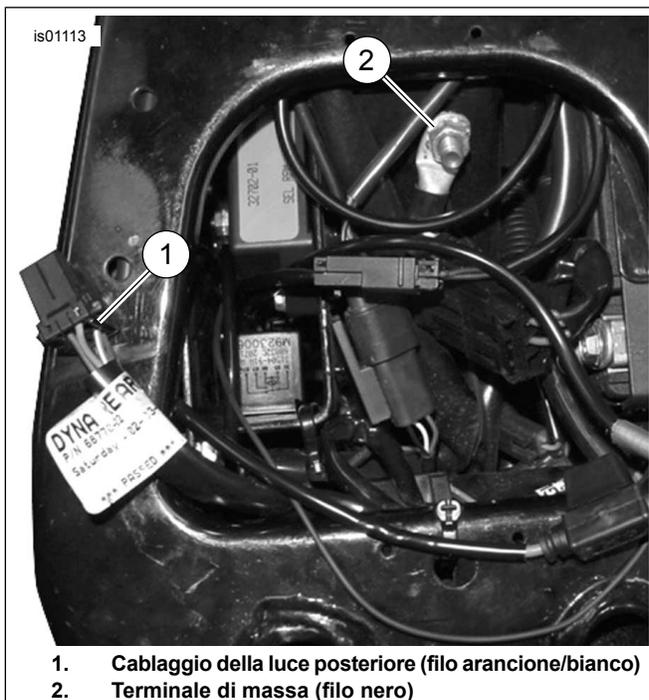

Figura 2. Collegamenti di alimentazione e a massa (modelli Dyna)
3. Vedere Figura 2. Tagliare il filo nero sul cablaggio della manopola riscaldata per raggiungere facilmente la posizione di massa e giuntare il terminale ad anello all'estremità del filo seguendo le istruzioni della pinza per giuntaggio Packard riportate nell'appendice del manuale di manutenzione.
2. Vedere Figura 2. Aprire, tagliando con cautela, un'area della guaina del cablaggio principale in un punto accessibile all'interno del coperchio laterale e tagliare un conduttore di alimentazione del cablaggio principale arancione/bianco.